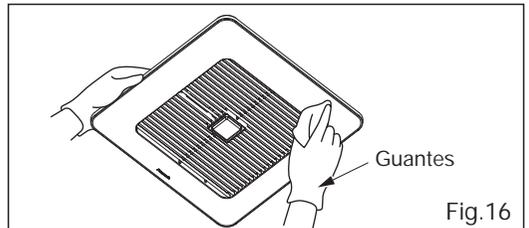

Fig.16
2. Limpie la parrilla. (No coloque en agua caliente. Use detergente de cocina no abrasivo y seque con paño limpio.) (Fig.16)